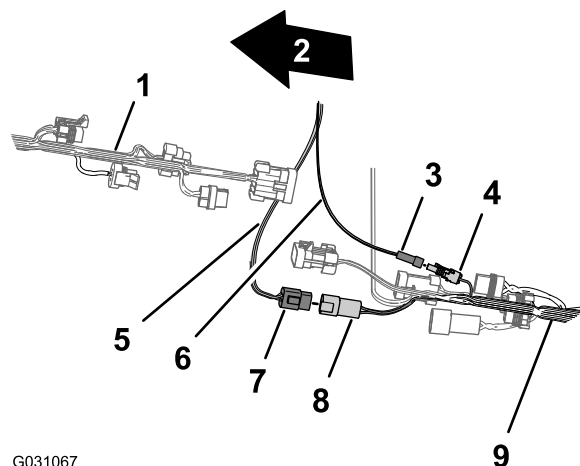

**Рисунок 160**
- Проложите ответвление длиной 100 см жгута электропроводов (Рисунок 160) с 1-штыревым разъемом вниз в зону, в которой соединяются передний и задний жгуты проводов машины; см. Рисунок 120 в разделе Подсоединение переднего и заднего жгутов проводов \(страница 59\).
- Проложите ответвление длиной 100 см жгута проводов передачи данных (Рисунок 160) с 4-штыревым разъемом CAN 2 / контроллера опрыскивателя вниз в зону, в которой соединяются передний и задний жгуты проводов машины; см. Рисунок 120 в разделе Подсоединение переднего и заднего жгутов проводов \(страница 59\).